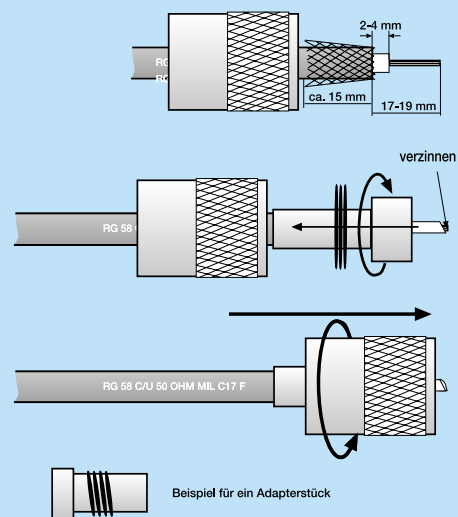

Bild 8: Montagebeispiel für PL-Stecker mit Schraubmontage
1. Aufschieben des Überwurfs. Dann Abisolieren des Kabels nach Abbildung 8.
2. Aufspreizen, Umbiegen und Überstreifen des Abschirmgeflechts über den Kabelmantel wie in Abbildung 8 gezeigt. Aufdrehen des Steckers bis zum Anschlag. Dabei muß der Innenleiter aus der Spitze des Steckers herausragen.
3. Verlöten des Innenleiters an der Stecker-spitze (siehe Abbildung 8).
4. Aufschrauben des Überwurfs lt. Abbildung 8.
Für die Anpassung an verschiedene Kabeldurchmesser gibt es verschiedene Reduzierstücke, die im Stecker verschraubt werden (siehe Beispiel in Abbildung 8 unten).